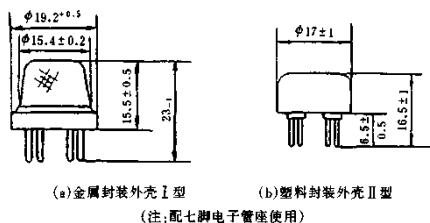
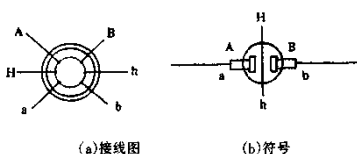
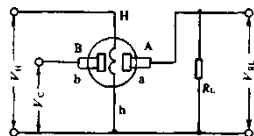

图6-19 MQK1型气敏元件外形结构图
图6-20 MQK1型气敏元件接线与符号图
图6-21 MQK1型气敏元件基本测试电路图
(3)外形结构与接线图:外形结构见图 6-19,接线与元件符号图见图 6-20。
(4)基本测试电路和测试条件:见图6-21。
MKQ2型半导体气敏元件采用旁热式结构,具有分辨率高、稳定性好、响应和恢复时间短等优点,主要适用于在乙醇气体的检测、监控等仪器设备中作传感元件。其主要技术参数见表6-19,外形结构及基本测试电路、测试条件均同MKQ1(分别见图6-19和图6-21)。